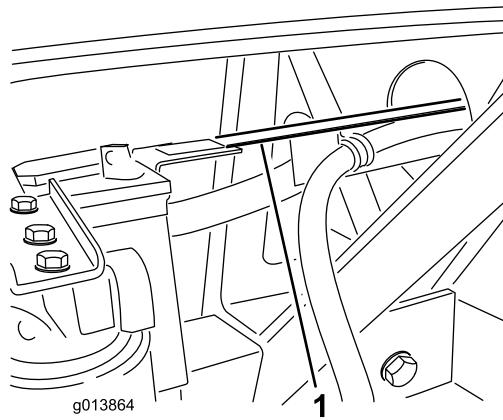

Figura 10
33. O guia de tubos deve assentar na parte superior da aba da perna vertical do tabuleiro da bateria (Figura 10). Se os furos no guia de tubos não corresponderem aos furos na aba do tabuleiro da bateria, o comprimento do guia de tubos pode ser ajustado desapertando os parafusos que prendem o guia de tubos ao suporte do depósito hidráulico e deslizando o guia de tubos para a frente ou para trás, como necessário.
34. Ligue o guia de tubos à aba do tabuleiro de bateria utilizando (2) parafusos de 1/4 x 3/4 pol. e porcas flangeadas (Figura 10).